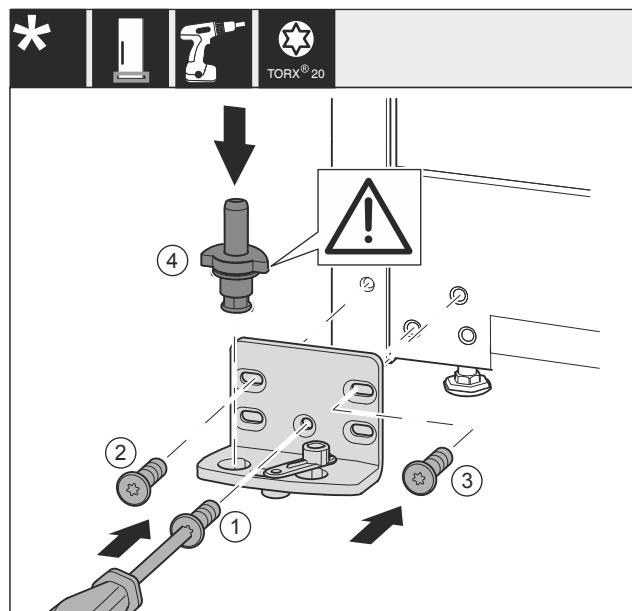

Fig. 38 \*
- Lagerbock auf der anderen Seite ansetzen und mit Hilfe eines Schraubendrehers anschrauben. Mit der Fig. 38 (1) unten in der Mitte beginnen.\*
- Schraube Fig. 38 (2) und Fig. 38 (3) festschrauben.\*
- Lagerbolzen Fig. 38 (4) komplett einsetzen. Dabei darauf achten, dass der Rastnocken nach hinten zeigt.\*